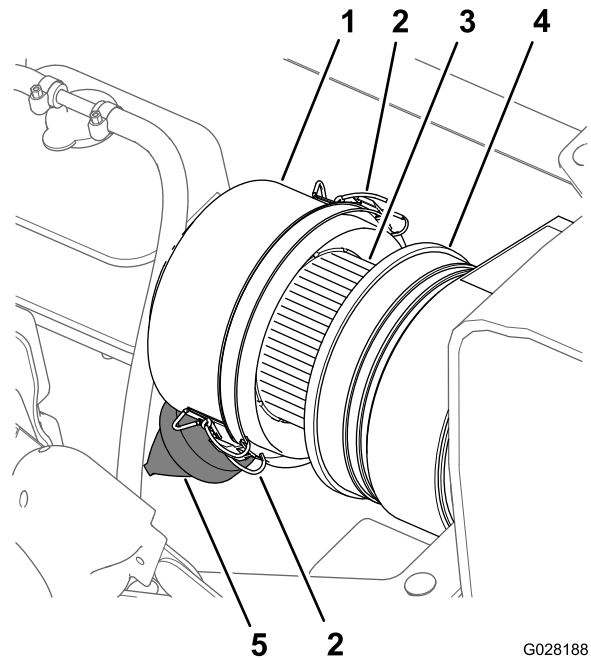
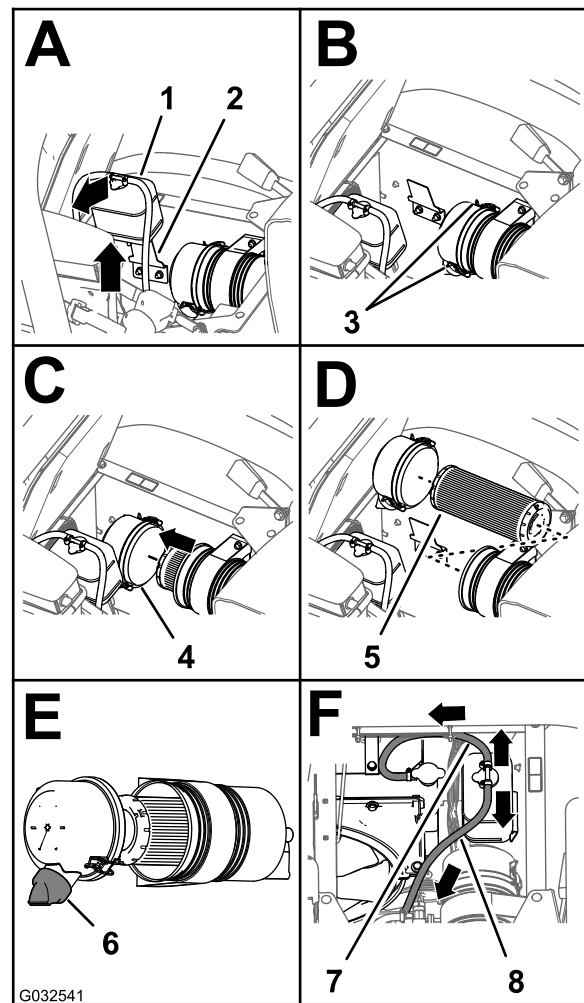

Figura 73
Figura 74
3. Limpie el tapón guardapolvo y el cuerpo del limpiador de aire (Figura 73).
4. Inspeccione la carcasa del limpiador de aire en busca de daños que pudieran causar una fuga de aire (Figura 73).
- Apriete la válvula de polvo para limpiarla de suciedad, polvo y residuos (Figura 73).
- Compruebe si el elemento del filtro de aire tiene una acumulación excesiva de suciedad, polvo y residuos (Figura 73).
- Instale el tapón guardapolvo en el cuerpo del limpiador de aire, y sujete el tapón con los 2 enganches (Figura 73).
- Limpie el tapón guardapolvo y el cuerpo del limpiador de aire (Figura 73).
- Levante el depósito de expansión del refrigerante y retírelo del soporte del depósito (Figura 74).
- Abra los dos enganches que sujetan el tapón guardapolvo a la carcasa del limpiador de aire (Figura 74).
- Limpie el interior del tapón guardapolvo, la carcasa del limpiador de aire y la válvula de polvo con un trapo húmedo (Figura 73 y Figura 74).
- Instale el elemento del filtro de aire en la carcasa del limpiador de aire (Figura 74).
8. Instale la tapa sobre el cuerpo del limpiador de aire y sujétela con los 2 enganches (Figura 74).
Nota: Asegúrese de que la válvula de polvo está alineada a una posición entre las 5 y las 7, vista desde el extremo (Figura 74).
9. Alinee el depósito de expansión del refrigerante con el soporte del depósito y coloque el depósito firmemente (Figura 74).
Importante: Asegúrese de que la manguera de alivio de presión está enrutada hacia delante y hacia abajo, y que la manguera de ventilación está enrutada hacia atrás, como se muestra en la Figura 74.